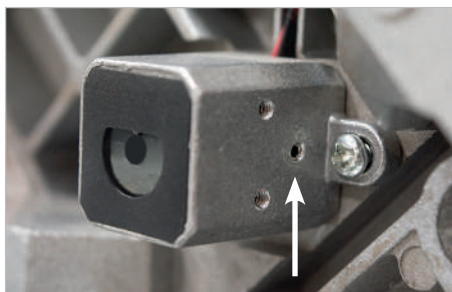

рис.5
7.1 Для настройки лазерного маркера станок нужно установить на плоской и горизонтальной поверхности. Установите диск с помощью набора инструментов. Включите лазерный указатель реза. Луч должен проходить четко по центру диска, если есть отклонения, то необходимо произвести настройку.(рис.5)